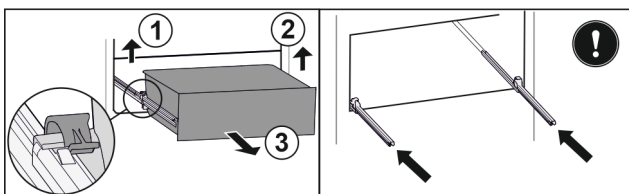

Fig. 45
- ▶ Підняти лівий затискач і одночасно висувний ящик ліворуч потягнути вперед. Fig. 45 (1)
- ▶ Підняти правий затискач і одночасно висувний ящик праворуч потягнути вперед. Fig. 45 (2)
- ▶ Вийняти висувний ящик рухом вперед. Fig. 45 (3)